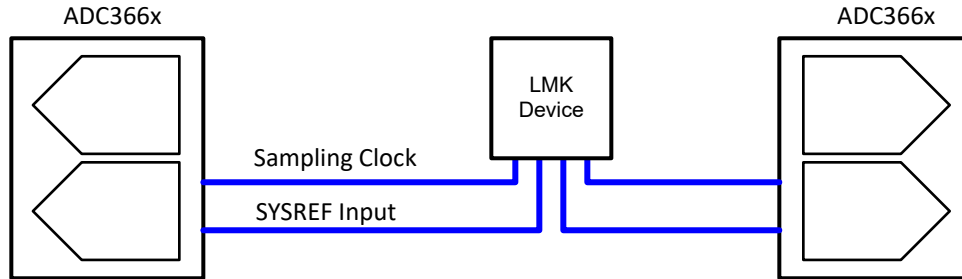

図 7-14. 2 つのデバイスの同期例
- DDC モード: デシメーションフィルタに関連する内部ブロック (クロック分周器、NCO 位相など) は、SYSREF 信号を使用して確定的状態にリセットされます。図 7-14 に示すように、デバイス間のクロックおよび SYSREF 信号の配線 (青色の線) を一致させることで、外部マルチチップ同期を実現します。